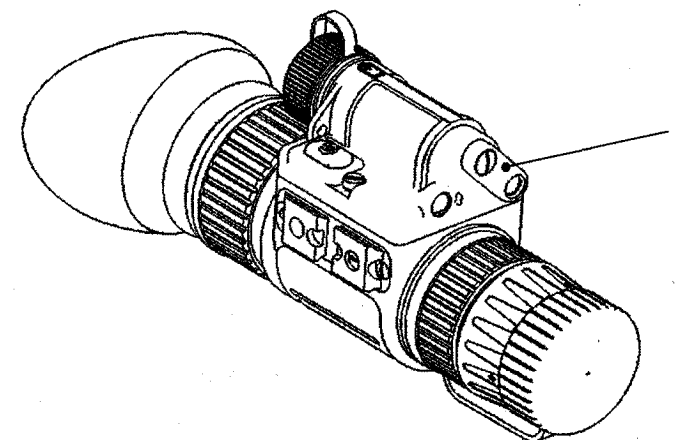

Рис. 4. 1 — поворотная серьга
Светодиодный ИК-осветитель 11 предназначен для инфракрасной подсветки объектов наблюдения при работе с монокуляром в условиях недостаточной освещенности или полной темноты. Поворотная серья с линзой 12 предназначена для уменьшения расходимости пучка подсветки. На рис. 4 показано рабочее положение поворотной серьи 1 (линза на окне ИК-осветителя).
6.6 При работе в условиях недостаточной освещенности или в полной темноте (в подвалах, пещерах, при малом свете звезд) включить ИК-осветитель. При наблюдении удаленных предметов установить поворотную серью с линзой в рабочее положение (см. рис. 4) для уменьшения расходимости пучка подсветки. Для чтения карты или наблюдения близкорасположенных предметов отвернуть линзу с окна ИК-осветителя.